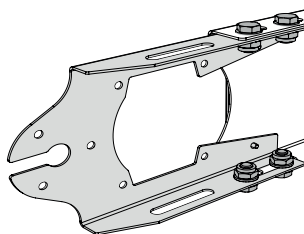

Bild 49. Fäste för huvudströmbrytare monterad intill CD 20.
4. Om bakgavellyften ska utrustas med huvudströmbrytare och/eller handhållet manöverdon CD 18, montera tillhörande fästplåt vid sidan av CD 20, se Bild 49.